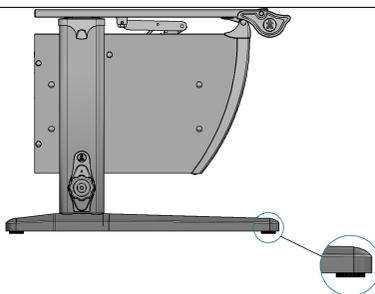

Рис. 24
- 6.1. Стол следует устанавливать на ровную горизонтальную поверхность, обеспечивающую опору всех ножек, при необходимости отрегулировать стол ножками (см. рис. 24) до горизонтального положения столешницы.